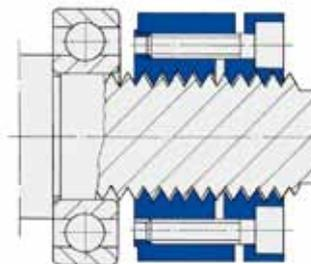

Fig. 2
3. クランピングスクリューを徐々に対角的順序で締め付け、SPIETHロックナット自身が回転しづらくなるまで締め付けてください。その段階でねじフランクの遊びがほとんど除去されています。(Fig. 2)